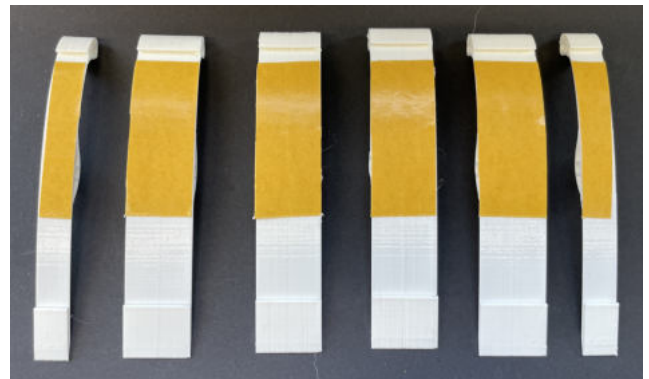

Abb. 27: Die Tragflächenrippen werden mit doppelseitigem Klebeband beklebt.
- (1) Markiere auf der Laminierfolie zwei Rechtecke der Größe 9,5 cm x 29,0 cm.
- (2) Schneide die zwei Stücke mit einer Schere möglichst genau aus.
- (3) Kürze die Schaschlikspieße so, dass du 8 Stücke erhältst, die 14 cm lang sind. Arbeite dabei ohne die Spitzen der Spieße.
- (4) Markiere auf dem 4mm Rundholz eine Länge von 6cm und auf einem neuen Schaschlikspieß 3,8 cm.
- (5) Kürze das Rundholz und den Schaschlikspieß an diesen Stellen.
- (6) Beklebe die Tragflächenrippen mit doppelseitigem Klebeband (Abbildung 27).
- (7) Schneide mit dem Cutter überstehende Reste ab.
- (8) Achte darauf, dass du nah genug an der Vorderkante der Tragfläche bist.
- (9) Der Abstand zur vorderen Tasche sollte etwa ein halber Zentimeter sein.